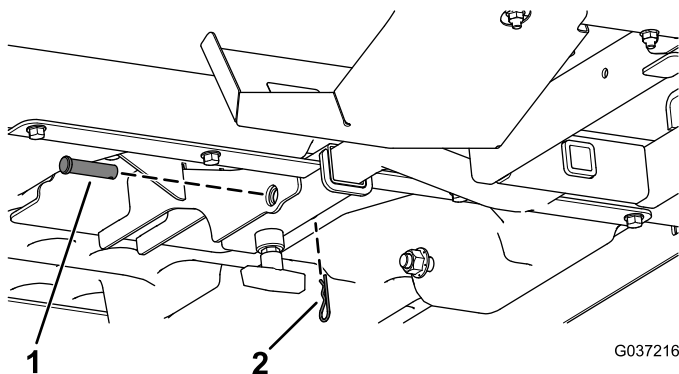

Figura 8
7. Sujete el soporte del esparcidor ensamblado al tubo receptor con el pasador y la chaveta (Figura 8).